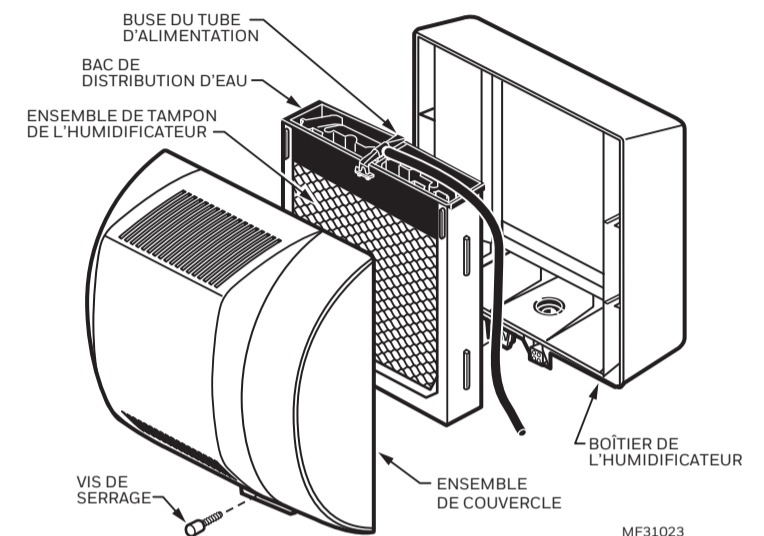

Fig. 3. Composants de l'humidificateur
5. Retirez le tampon de l'humidificateur en saisissant le haut du bac et en tirant l'ensemble hors du boîtier. Reportez-vous à la figure 3.